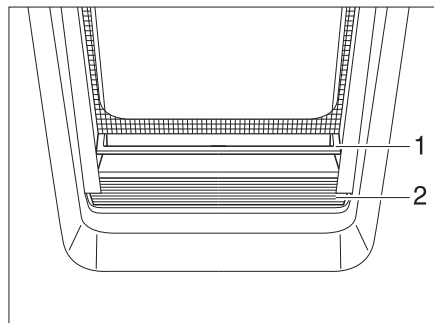

Fig. 48 Estor plegable
**Cerrar:** ■ Cogér el estor plegable (Fig. 48,2) por el centro del listón tirador (Fig. 48,1), tirarlo de abajo hacia arriba y soltarlo en la altura deseada. El estor plegable se queda fijo en esta altura.